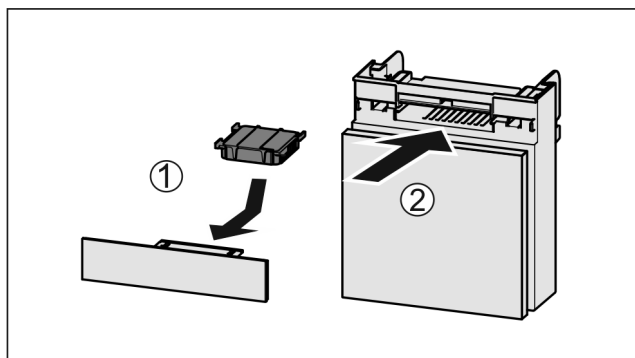

Fig. 159
- Ievietojiet aktīvās ogles filtru atbilstoši attēlam Fig. 159 (1).
- Iebīdiet nodalījumu Fig. 159 (2).